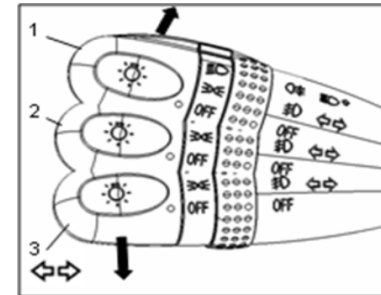

Figura 3.1.1.30
- La palanca está a la derecha de la columna de dirección. Tiene cuatro posiciones: (Ver Figura 3.1.1.31)